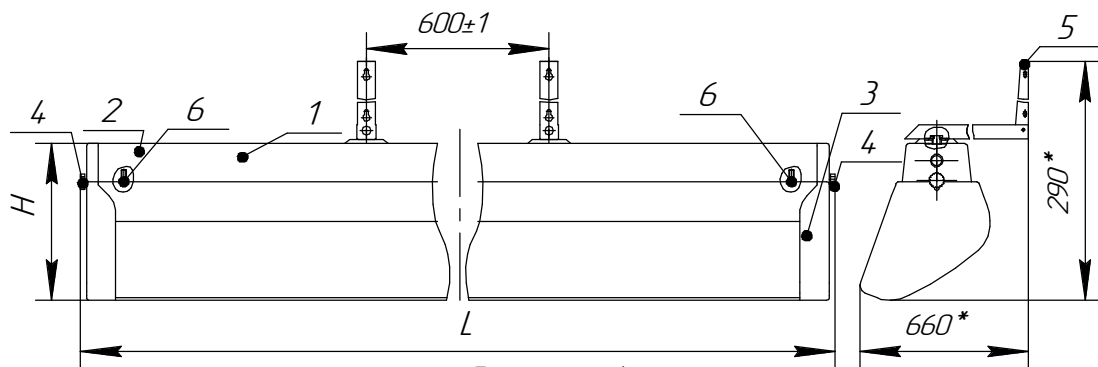

Рисунок 1
4.1 Светильник состоит из корпуса в сборе поз. 1, в котором размещена электрическая схема, отражателя поз. 2, который крепится 2 винтами М4 к корпусу в сборе, двух крышек поз.3, которые крепятся к корпусу при помощи специальных винтов поз.4, двух узлов подвеса поз.5 рис. 1,2,3.
6.3.1 Отверните винты специальные поз.4 рис.1, снимите крышки поз.3.
- 6.4.1 Отверните винты специальные поз.4 рис.1, снимите крышки поз.3.